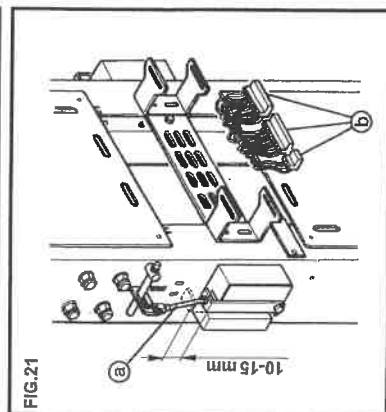

FIG. 21
- La corsa della leva presente sui blocchi (Fig. 21/a) deve essere compresa tra 10-15 mm.
- l'estremità marcata con nastro rosso (Fig. 21/b) va fissata alla pulsantiera.